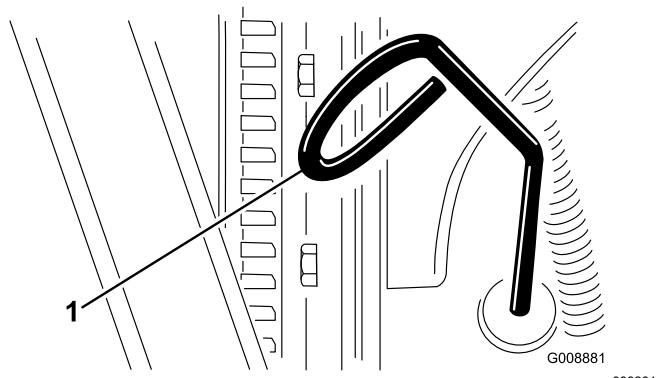

Figura 59
- Retire la varilla (Figura 59) y límpielo con un paño limpio.